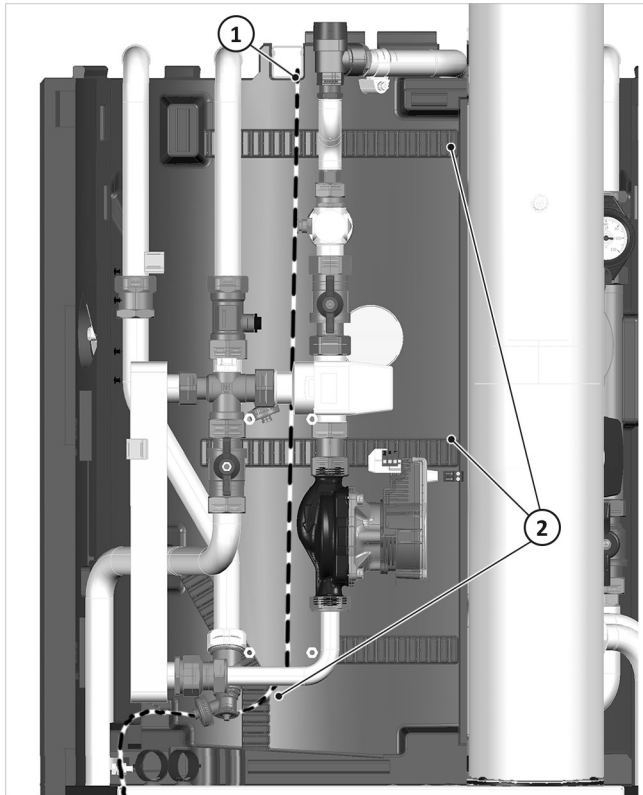

Abb. 13: Leitungsführung durch WWS-Isolierung
2. Netz-Verlängerungsleitung wie Steuerungs- / Signal-Verlängerungsleitung durch den Bereich der WWS ziehen, fixieren und mit einer Schleife zum Netzbaugruppengerhäuse verlegen, siehe (→ Abb. 13 (2)).